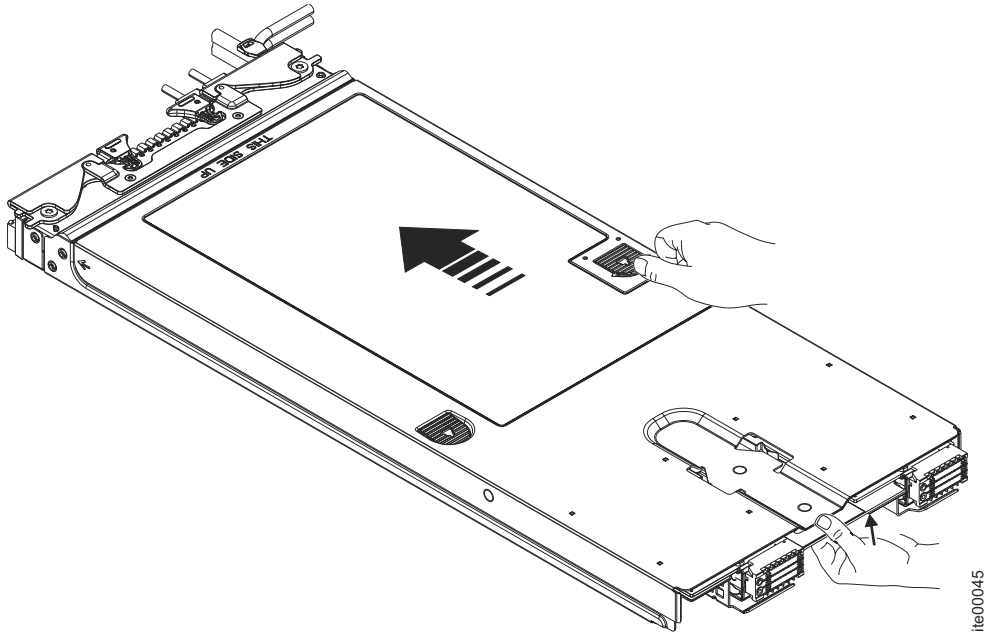

Figure 34. Installation du capot
3. Tout en appuyant légèrement vers le bas à l'arrière du capot du boîtier, faites glisser le capot vers l'avant pour le fermer jusqu'à ce qu'il s'enclenche. Voir figure 34, à la page 58.